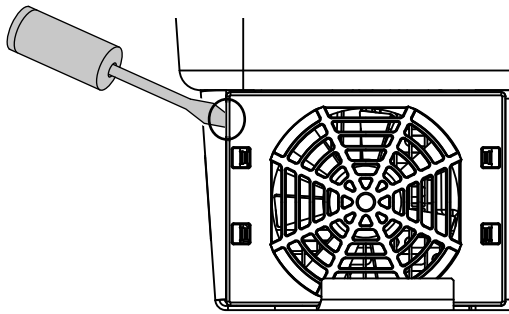

Bild 63: Lossa fläktgallret
2. Demontera fläkten. Sätt en skruvmejsel mot fläktgallrets kant och tryck lätt mot fläktgallret. 📖 Bild 63